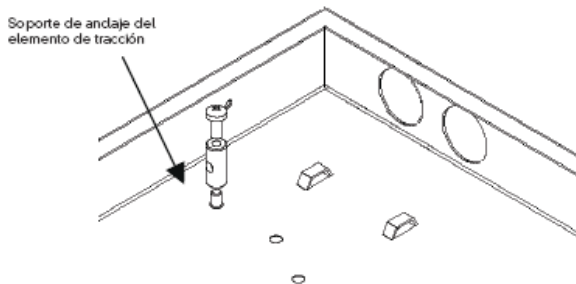

Figura 5. Montaje de los soportes de anclaje
6.2. Instalar los soportes de anclaje del cable y del elemento de tracción conforme indicado en la figura 5, de acuerdo con la posición del prensa-cable.